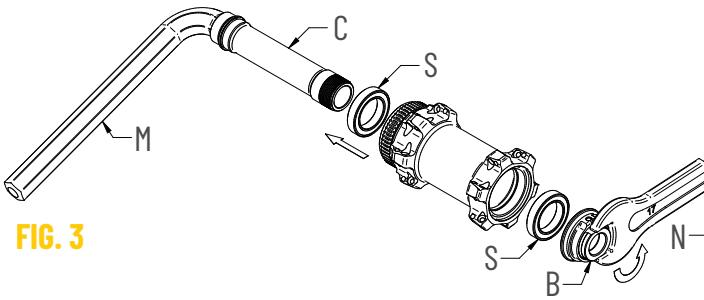

FIG. 3
- Utilizzate un apposito estrattore per fori da 17mm ed estraete entrambi i cuscinetti dalla loro sede (Fig. 3).